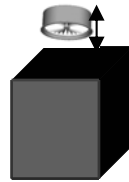

Fig. 12
4. Sostenga el filtro HEPA por los bordes y sacúdalo vigorosamente **manteniendo el lado sucio hacia abajo** sobre una superficie plana y dura hasta que vea que ya no cae polvo de los pliegues del filtro. (Fig. 12) Recomendamos lavar el filtro HEPA una vez por mes o cuando la succión parezca reducida. Deje que el filtro HEPA se seque completamente al aire durante 24 horas.